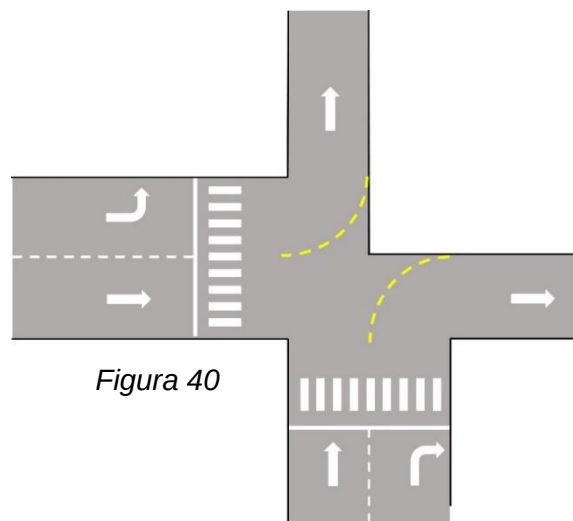

Figura 40
- “Layout a semaforo per il montaggio” **Figura 40**